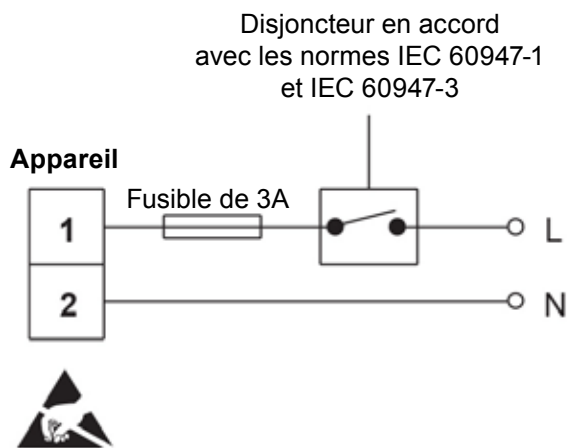
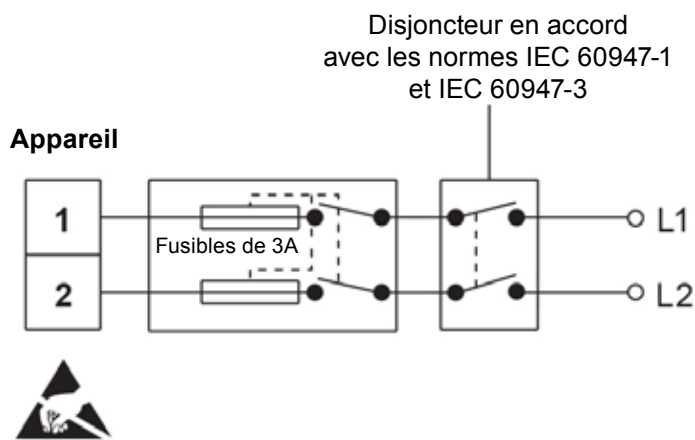

Fig. 4
Fig. 5
3. Tous les conducteurs sous tension doivent avoir un fusible (voir Fig. 4 et Fig. 5).